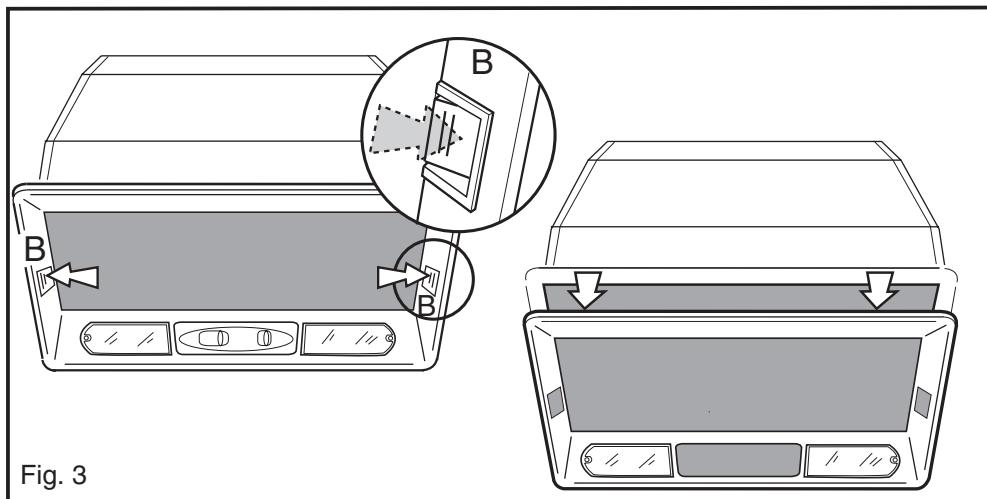

Fig. 3
Wenn sie den Traeger des Fettfilters entfernen wollen,drucken sie die beiden Knoepfe B (Bild 3) und ziehen sie den Traeger heraus
- c) Entfernen sie den Rahmen mit dem Druck auf die Knoepfe B (Bild 3).
Pull down the handle and pull out the metal fat filter. If you wish to remove the fat filter support, press both buttons B (Figure 3) and pull out the support.